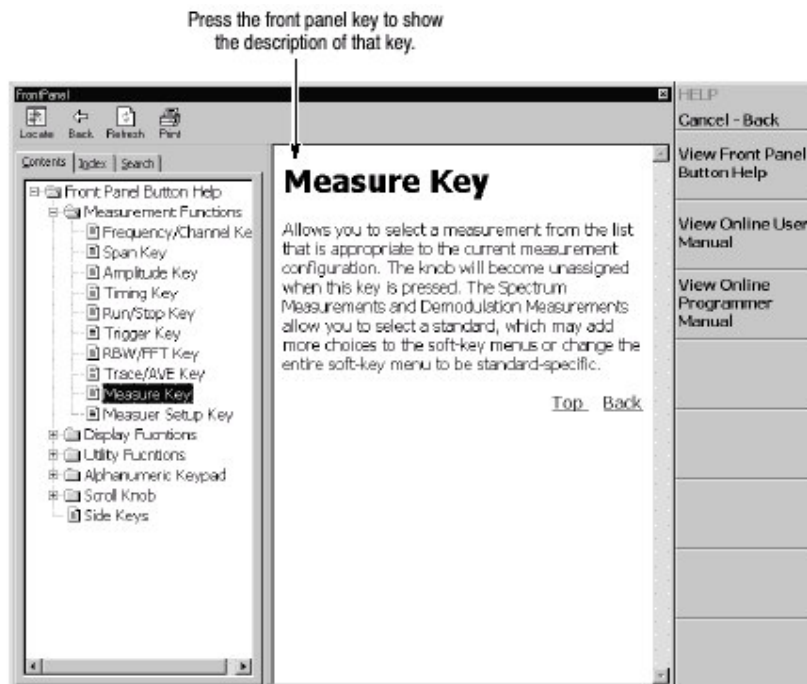

图 3-94 前面板键的在线帮助
- a. 若选 **View Front Panel Button Help**：按前面板键，接收所要信息。例如，按压 MEASURE 键显示该键信息（说明）（见图 3-94）。